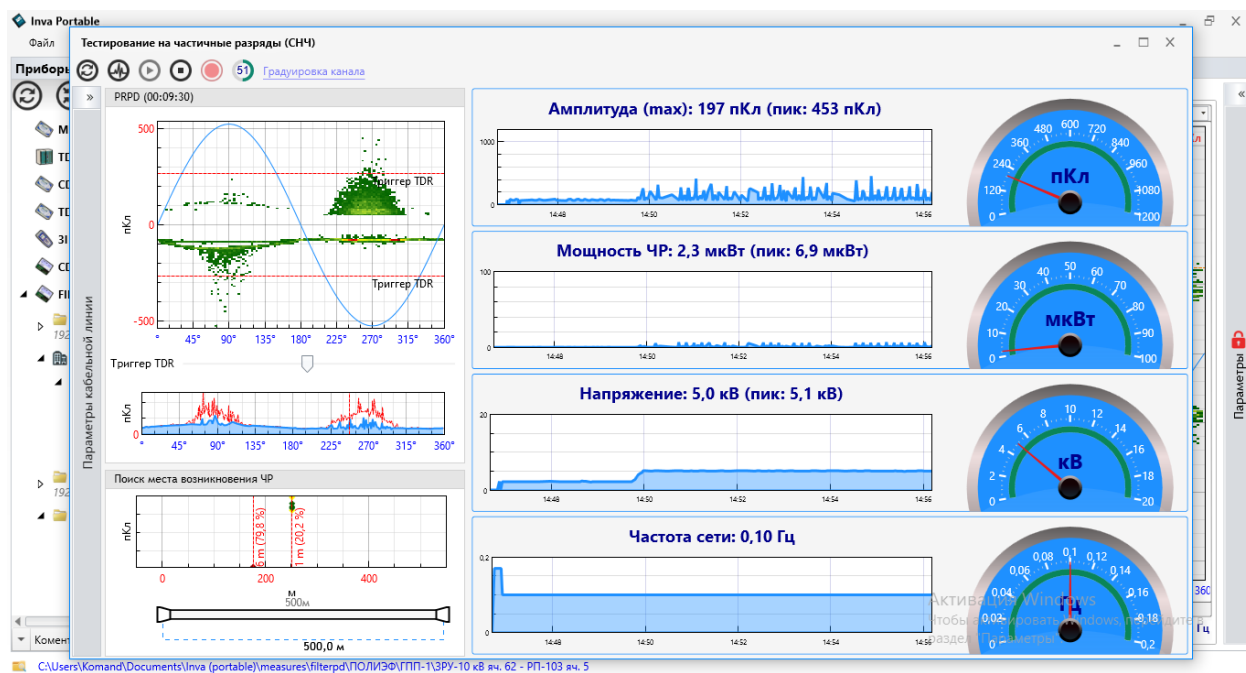

Рисунок 5.11. Тестирование на частичные разряды
Рекомендуется начинать измерения с 2 кВ, т.к. при этом напряжении ЧР не возникают и есть возможность зафиксировать уровень помех, рисунок 5.11.
3. Далее следует напряжение увеличить до номинального фазного значения (для СПЭ кабелей и ЭПР) и отслеживать процесс возникновения ЧР. Для кабелей 6 кВ – 3,5 кВ, для кабелей 10 кВ – 6 кВ. Триггер TDR нужно выставить выше уровня помех, рисунок 5.11. При наличии ЧР сохранить локацию несколько раз за измерение.